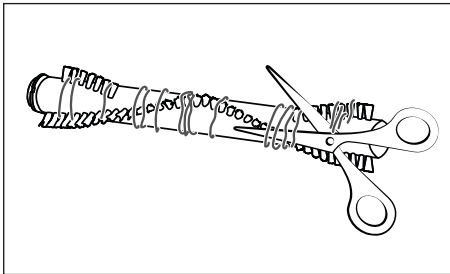

Abb. 26
- 4) Schneiden Sie Fäden und Haare entlang der Borsten der Bürstenrolle **21** mit einer Schere durch (siehe Abb. 26). Entfernen Sie Fäden und Haare von der Bürstenrolle **21**.